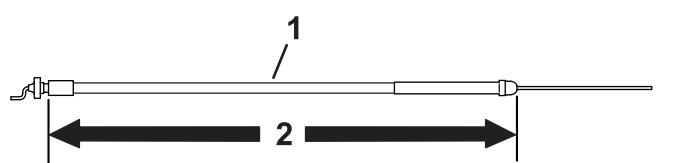

图 8
• 在型号为 04035、04037、04056 或 04060 的牵引装置中使用 172.2 cm 长的油门拉索请参阅 图 8。